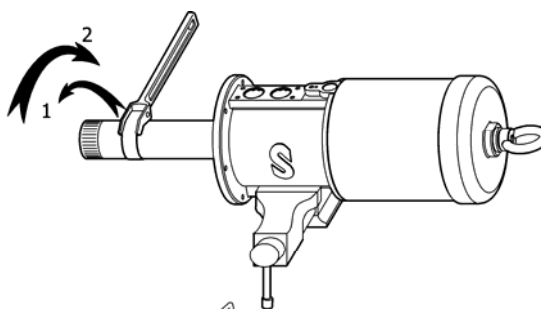

Fig. 5
2. To unscrew the suction tube (53) from the pump body (37), use a strap-wrench on the suction tube (53). Pull first clockwise to break the sealing, and then counter clockwise to loosen and remove the suction tube assembly (fig. 5).
2. Para desenroscar el tubo de aspiración (53) del cuerpo de la bomba (37), usar una llave de correa en el tubo de la bomba (53). Tirar primero contra las agujas del reloj para romper el sellador y luego hacia el otro sentido para desenroscar y quitar el tubo de aspiración (Fig. 5).
2. Pour desserrer le tube d'aspiration (53) du corps de la pompe (37), utiliser une clé à sangle au niveau du tube de la pompe (53). Tirer tout d'abord dans le sens contraire des aiguilles d'une montre pour décoller la pâte d'étanchéité et tirer ensuite dans le sens des aiguilles d'une montre pour desserrer et retirer l'ensemble du tube d'aspiration (Fig. 5).